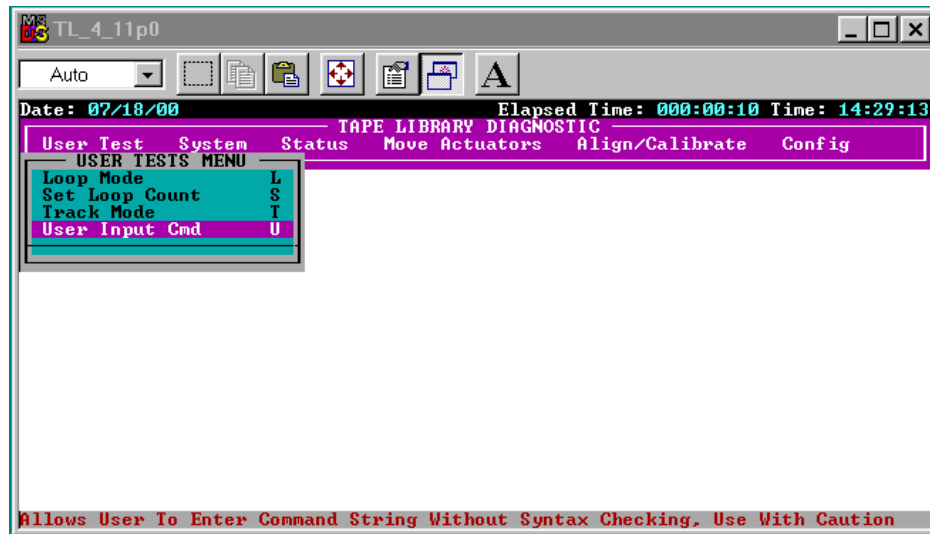

Figure 3-9. Menu User Test
3. Dans le menu User Test (test utilisateur), sélectionnez User Input Cmd (commande entrée par l'utilisateur) (voir la Figure 3-9).